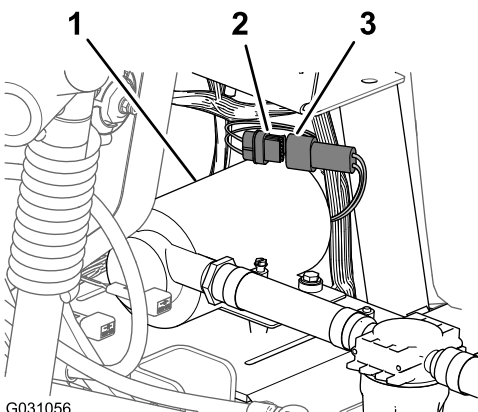

Рисунок 181
1. Подсоедините 6-штыревой разъем жгута проводов промывочного насоса к 6-гнездовому разъему главного заднего жгута проводов (Рисунок 181).